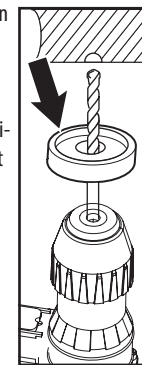

Abb. 7
4. Falls Sie Meißel- oder Bohrarbeiten in senkrechter Position über Kopf - z. B. in der Decke - durchführen wollen, muss auf den Schaft des jeweiligen Werkzeugs die zusätzliche Staubschutzkappe aufgesetzt werden (Abb. 2, Position 11 und Abb. 7) und auch die Lüftungsschlitze vom Motor sind zu schützen, damit über diese in den Motor kein wegfallendes Material eindringt.